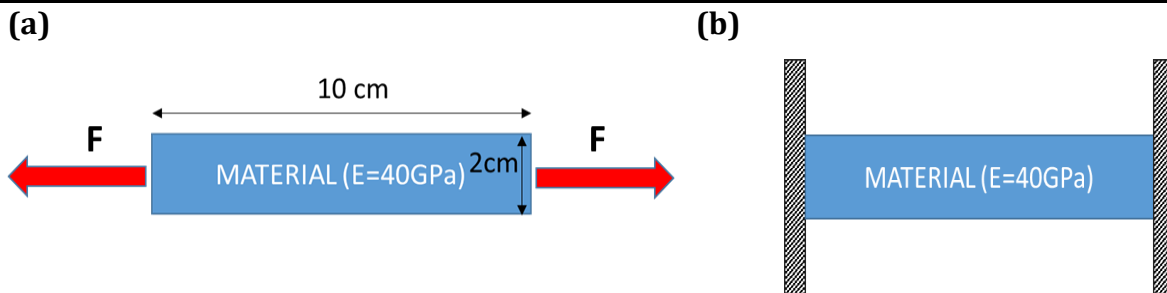

Figure 3b.1 | (a) Loaded bar, (b) Clamped bar.
Considérer la barre axiale de section transversale carrée de la figure 3b.1. Le coefficient de dilatation thermique du matériau est $\alpha = 10 \cdot 10^{-6} K^{-1}$ et son module de Young est de 40 GPa. La température initiale est la température ambiante (25 °C). La charge de traction est de 480 N.
- Nous plaçons la barre dans un four à 500 °C (Figure 3b.1.a).
- Toujours dans le four, nous fixons la barre par ses extrémités longitudinales (Figure 3b.1.b), puis nous la sortons du four et la mettons dans de l'azote liquide (-200°C).